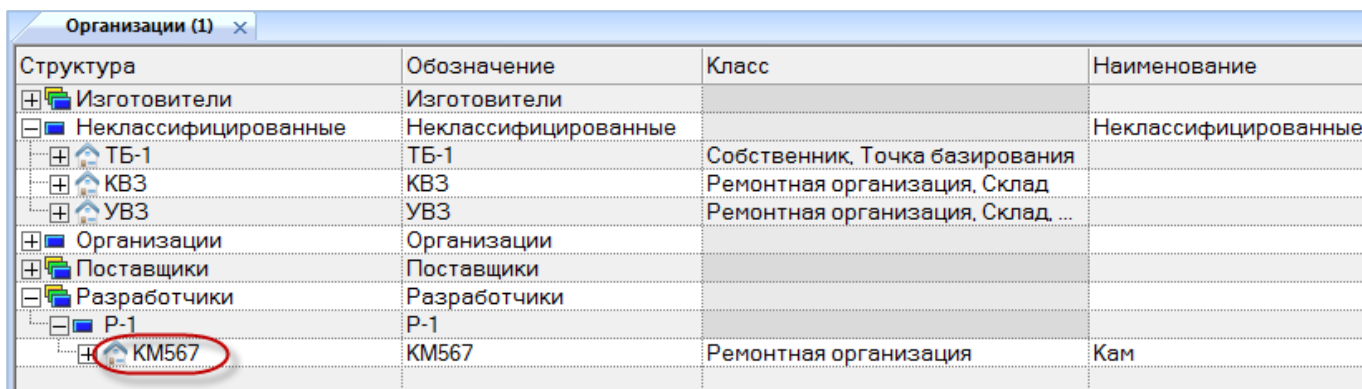

Рис. 9-27 – Результат перемещения организации к другому родительскому элементу
4) Отпустить левую кнопку мыши – в результате организация переместится к новому родительскому элементу (рис. 9-27).